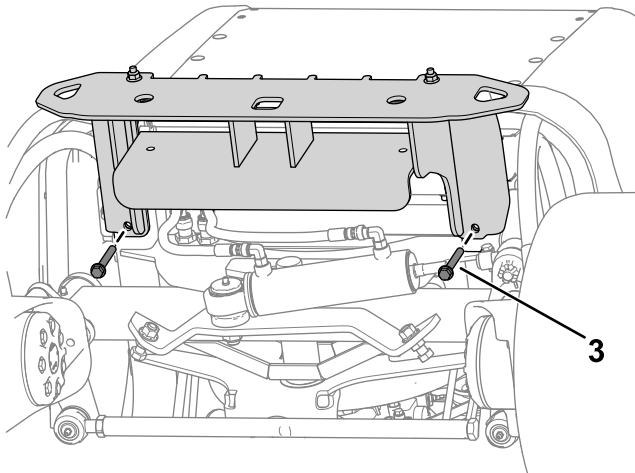

図 15
2. バンパー上部をマシンのフレームに取り付けるボルト $\frac{3}{8}$ " x  $3\frac{1}{4}$ "4本とナット $\frac{3}{8}$ "4個を使用する 図 15。
3. バンパーをマシンのフレーム下に取り付けるボルト  $\frac{3}{8}$ " x  $2\frac{3}{4}$ " 2本とナット  $\frac{3}{8}$ " 2個を使用する 図 15。